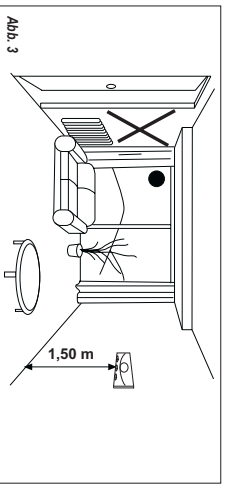

Abb. 3
- Sonnenstrahlen oder Elektroheizungsgeräten oder unbehetzten (bzw. ungekühlten) Bereichen, wie Außenwände hinter dem Thermostat oder eingemauerte Lüftungen oder Kamme (Abb. 3).